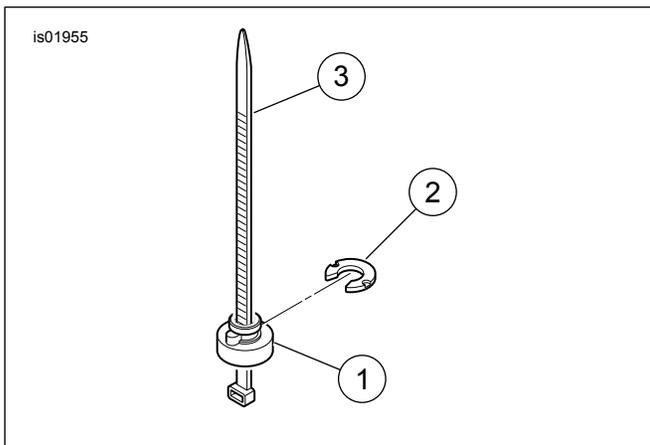

Abbildung 2. Einbauwerkzeug
- a. Siehe Abbildung 2. Als Montagehilfe kann ein Kabelbinder verwendet werden, mit dem sich die Arretiermutter und die Unterlegscheibe leichter einbauen lassen. Die Arretiermutter (1) so auf den Kabelbinder (3) stecken, dass die breitere Seite der Mutter auf der Öse des Kabelbinders aufsitzt. Den Kabelbinder von unterhalb des Schutzblechs durch das entsprechende Loch im Schutzblech hindurch stecken. Den Kabelbinder nach oben ziehen, um die Mutter fest an der Unterseite des Schutzblechs anzubringen.